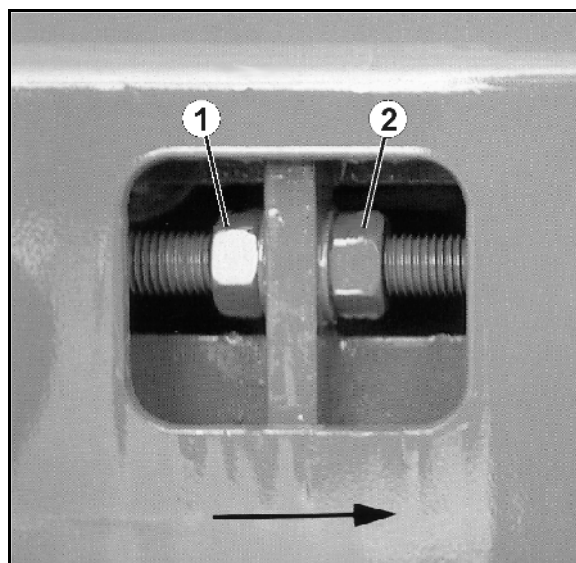

Рис. 73
3. Проверьте регулировочную заслонку (Рис. 73/1) на лёгкость хода и при необходимости отрегулируйте установочные кольца.